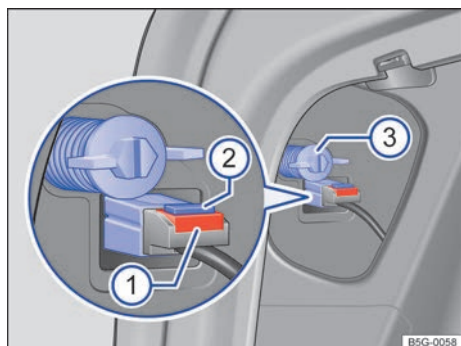

Fig. 228 Lateral del maletero: desmontaje del grupo óptico trasero.
4.	Extraiga el fusible ⇒ fig. 228 ①. Comprima el bloqueo ② del conector y desacople el conector.
5.	Desenrosque el tornillo de fijación con la mano ③.
12.	Con una mano sostenga el grupo óptico en la posición de montaje y con la otra enrosque el tornillo de fijación ⇒ fig. 228 ③.
14.	Acople el conector al portalámparas y encastre el fusible ①. ▶